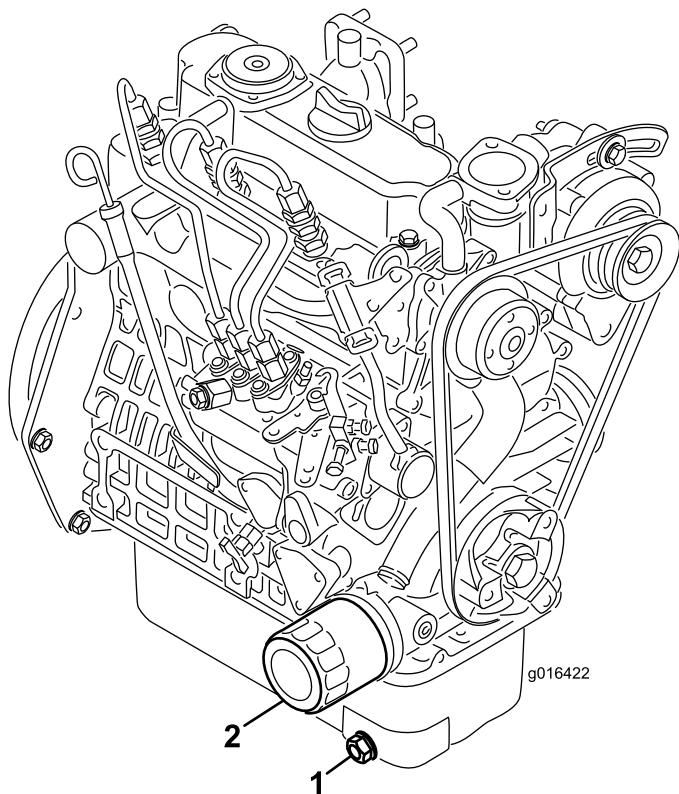

图 33
1. 拆下排油塞（图 33），让油流入放油盘。油不再流时，安装排油塞。